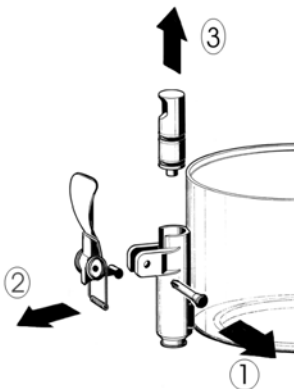

figura 1
- 3** Disassemblare il rubinetto con la sequenza indicata (vedere figura 1).
3 Riasssemblare il rubinetto sul contenitore con sequenza inversa rispetto a quanto fatto per lo smontaggio (vedere figura 1).